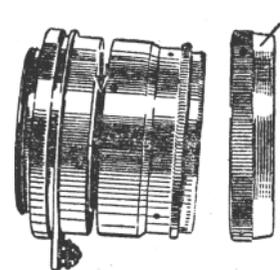

Рис. 203. Детали оправки (но) часовое масло и через несколько часов возобновить отвинчивание блока.
ет сперва отвинтить стопорный винт. Этот винт расположен под кольцом шкалы расстояний 1 (рис. 199). Кольцо 1 укреплено тремя стопорными винтами. Перед снятием кольца устанавливают оправу объектива в положение 1 м. Сняв кольцо, нужно найти стопорный винт, который не всегда виден (см. стрелку на рис. 203), так как резьба и внутренние детали оправы покрыты слоем масла.
5. Оправа объектива вращается очень туго. Это происходит в результате высыхания и загустения смазки. Трущиеся поверхности и особенно многозаходные резьбы нужно смазать часовым маслом. Для этого в оправках первых выпусков снимают кольцо 1 (рис. 203) и подают масло на видную часть многозаходной резьбы (см. стрелку). Смазывают также направляющий винт и паз, видимый в тыльной части оправы. Оправы последних выпусков можно разобрать и смазать (см. стр. 303).